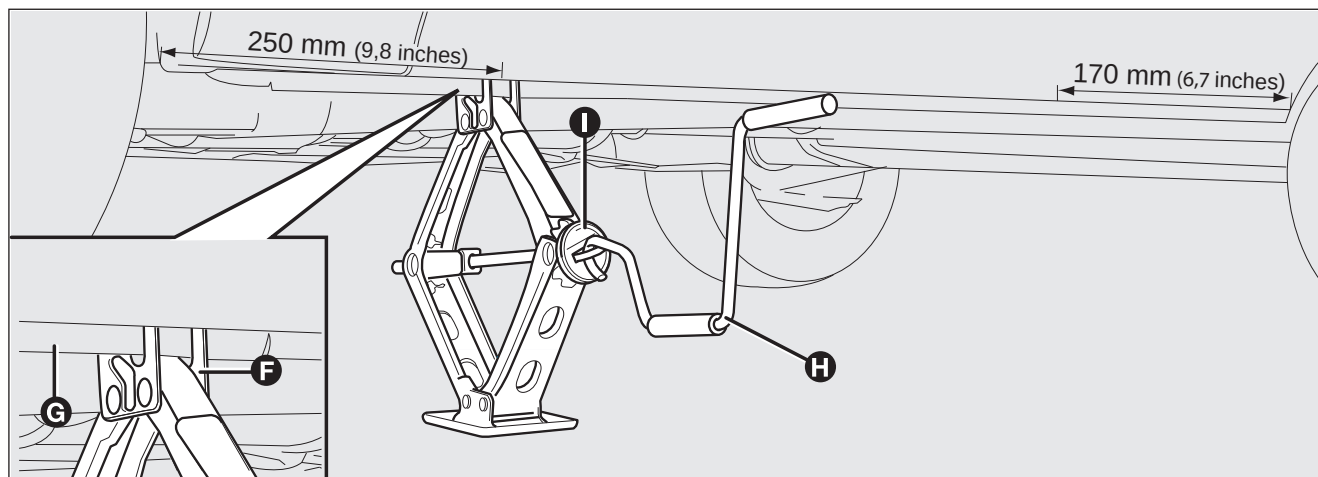

fig. 6
- ☐ vérifier que la rainure **F**-fig. 6 du cric est bien calée sur l'aillette **G** du longeron ;